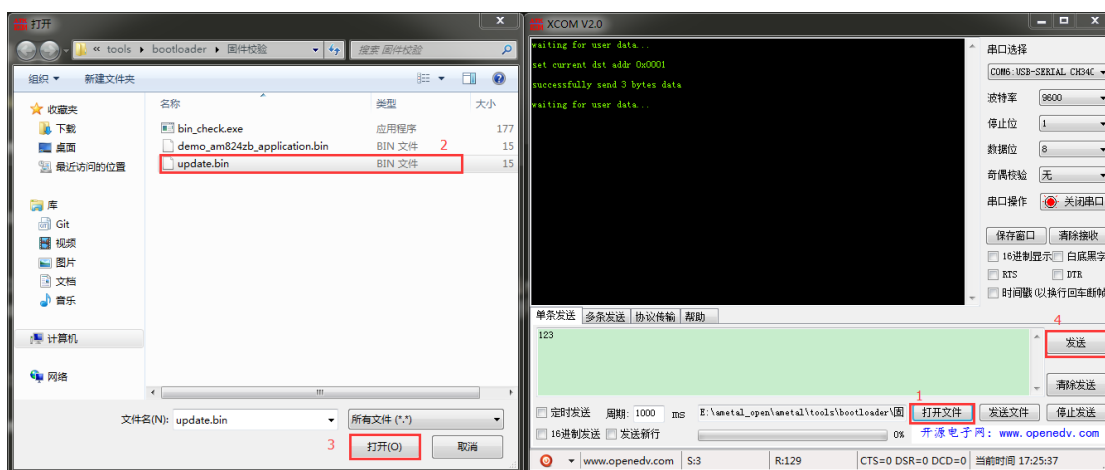

图 17: 发送固件
4、发送固件。当目标板相连的串口助手接收到 bootloader 的打印信息“bootloader : firmware transmission is ready”时，表明 bootloader 接收工作已准备就绪，此时可以利用发送板的串口助手发送固件。打开待发送的固件并发送，如图 17 所示。